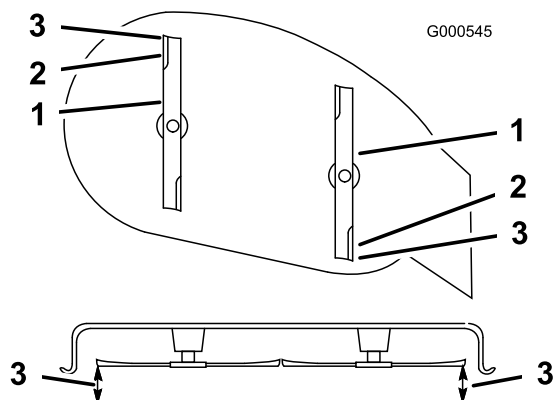

Figure 41
- Réglez la hauteur de coupe à la position **D** (76 mm) et tournez les lames avec précaution dans le sens longitudinal (Figure 41).
- Mesurez la distance entre la pointe de la lame avant et la pointe de la lame arrière par rapport à la surface plane (Figure 41). Si la pointe avant de la lame n'est pas de 1,6 à 7,9 mm plus basse que la pointe arrière, réglez le contre-écrou avant.
- Une fois le réglage effectué, vérifiez à nouveau l'inclinaison avant/arrière des lames. Poursuivez le réglage de l'écrou jusqu'à ce que la pointe avant de la lame soit de 1,6 à 7,9 mm plus basse que la pointe arrière (Figure 41).